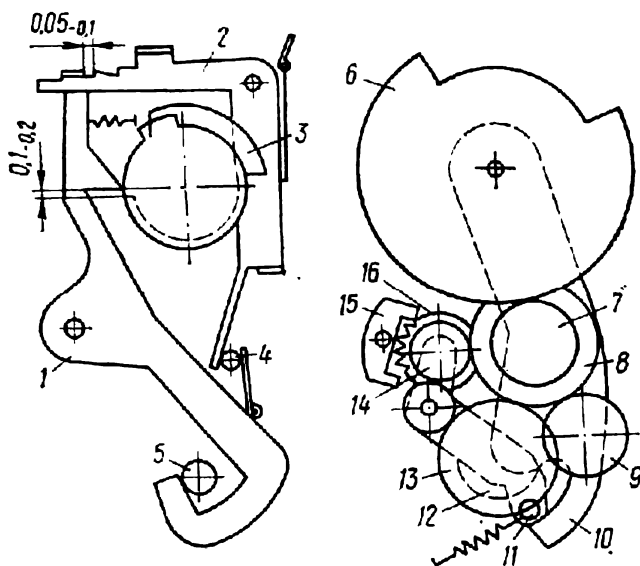

Рис. 23. Положение деталей тормозного механизма на выдержке 1/125 с:
5.2.56. Проверить зацепление шестерен тормозного механизма при трех положениях выступа рычага 1 (рис. 23): на нижней, средней и верхней ступенях кулачка 3. При проверке развернуть шестерню 6 так, чтобы выступ рычага 1 находился над нижней ступенью кулачка 3, образуя с ней зазор не менее 0,2 мм. В этом случае плечо рычага 1 должно находиться на нижней ступени рычага 2, а противоположное плечо рычага 2 отводить ось 4 вместе с рычагом 10, вследствие чего шестерни 7 и 9 выходят из зацепления с шестернями 13 и 14. Такое положение шестерен соответствует выдержкам от 1/125 до 1/1250 с.
Проверка и регулировка положения кулачка 3 (рис. 23) относительно выступа рычага 1 на выдержках 1/50 и 1/125 с
5.2.74. Установить заводную головку на выдержку 1/125 с и взвести затвор, при этом шестерни тормозного механизма должны выйти из зацепления (см. рис. 23). Выступ рычага 1 должен находиться над нижней ступенью кулачка 3. При этом должен быть за-
зор между выступом рычага 1 и подъемной плоскостью средней ступени не менее 0,1 мм (см. рис. 23). Плечо рычага 1 должно лежать на нижней ступени рычага 2. Регулировку производить разворотом кулачка 3 согласно п. 5.2.73.
5.2.78. Установить выдержку 1/125 с. При этом выступ рычага 1 (рис. 23) не должен касаться подъемной плоскости кулачка 3 (см. рис. 23).